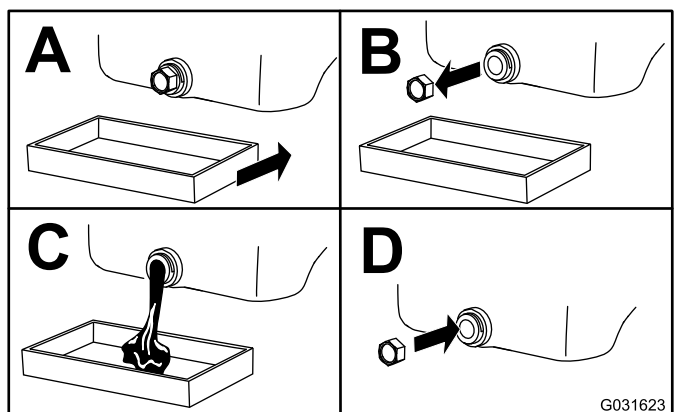

Figure 99
5. Vidangez l'huile moteur comme montré à la Figure 99.